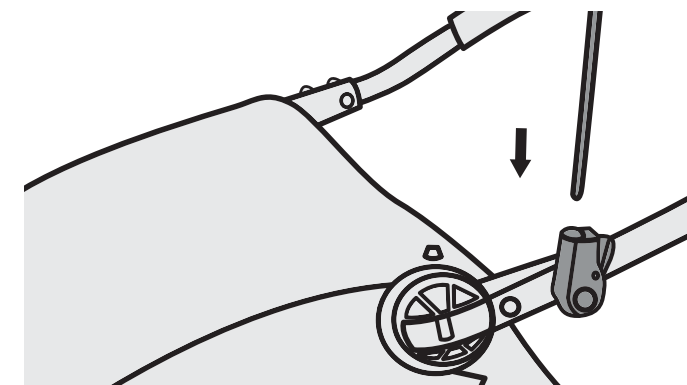

Figura 21
2. Coloque el mástil de la bandera en el orificio del soporte de bandera. Para sacarla pulse el botón y saque el mástil de la bandera (Figura 21).